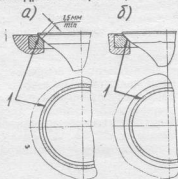

Рис. 5. Расположение матового пояско на седле клапана:
- не появится непрерывный матовый поясok шириной менее 1,5 мм (Рис. 5). Разрывы в пояске и риски на поверхности не допускаются. (Штангенциркуль ШЦ-1, стeнд для притирки клапанов).
39. Снять головку блока цилиндров с приспособления, проверить герметичность притирки клапанов и при необходимости устранить неисправность. Порядок выполнения работы следующий: установить головку блока цилиндров поочередно впускными и выпускными окнами вверх и залить в них дизельное топливо ДЛ ГОСТ 4749-73. Притертые клапана не должны пропускать топливо в местах уплотнения в течение 30 сек. При подтекании топлива постучать резиновым молотком по торцу клапана. Если подтекание не устраняется, клапаны притереть протёрцу, выполнив работы 24—29. При необходимости качество притирки проверить на карандаш, для чего попереk фаски клапана на равном расстоянии нанести им 6-8 черточек. Осторожно вставить клапан в седло и, сильно нажав, повернуть на 1/4 оборота все черточки должны быть стёрты; в противном случае повторить притирку, выполнив работы 24—29. При правильной притирке матовый поясok на седле головки должен начинаться у большого основания конуса седла, как показано на рис. 5. (Секундомер, молоток резиновый, карандаш).